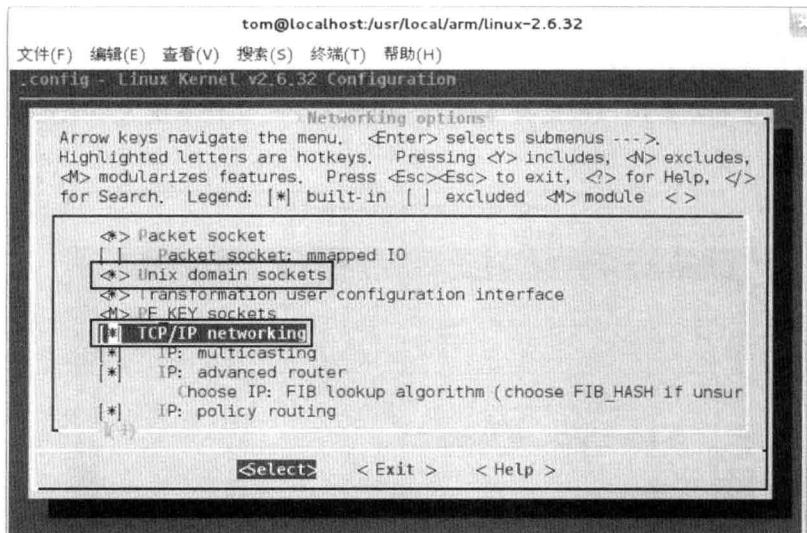

图 4.13 配置 Networking options
(12) 对于网络选项的支持，配置 Networking options 中的 TCP/IP networking 和 Unix domain sockets，配置如图 4.13 所示。在 Networking support 下的其他选项，在开发对应的驱动时选择对应的选项。